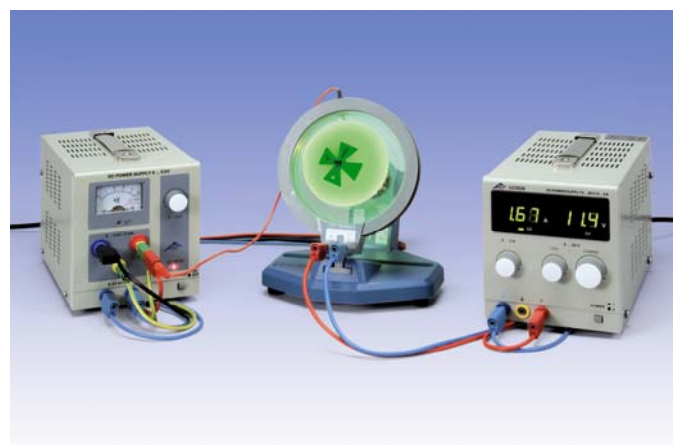

Fig. 3: Struttura sperimentale modificata con campo magnetico assiale supplementare
- Introdurre una bobina nel portatubi dal davanti e collegarlo all'alimentatore CC (cfr. Fig. 3).